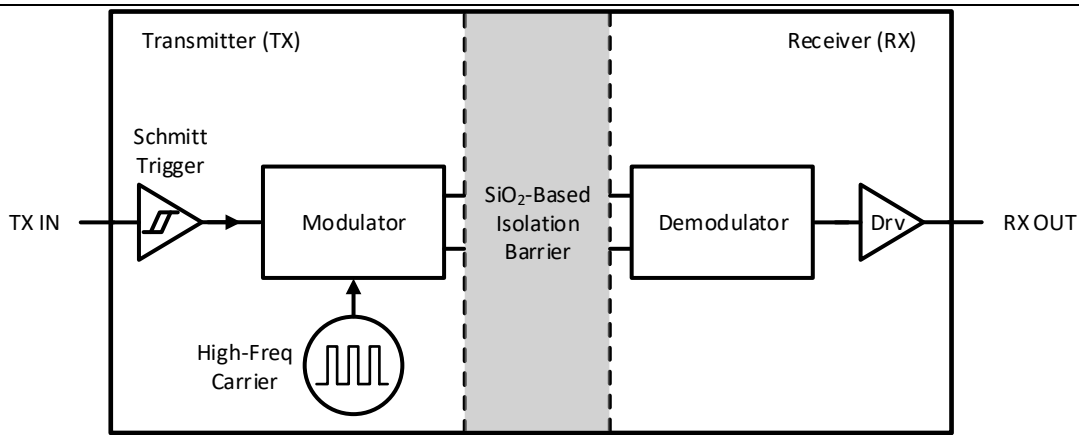
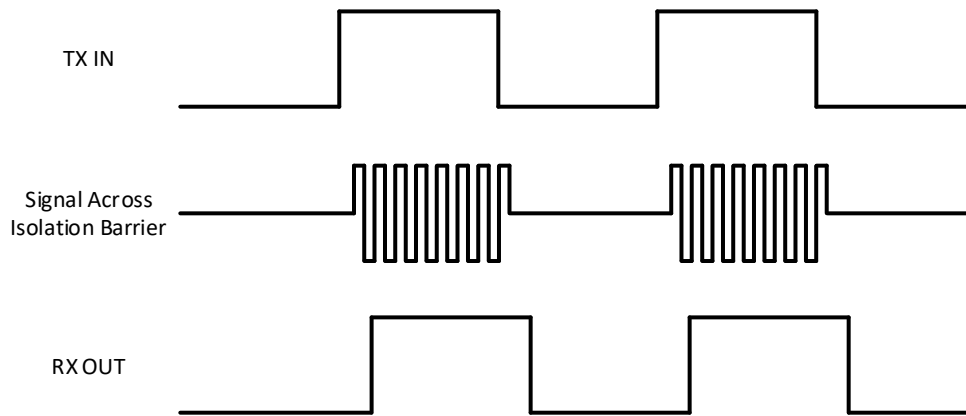

图 9-2 隔离通道的框图
图 9-3 OOK 调制方案的工作波形示意图
CA-IS1300B25G-Q1 器件使用简单的开关键控 (OOK) 调制方案在基于二氧化硅的隔离层之间传输信号。该隔离层支持高低压域之间高达 5 kV_{RMS} 的电气隔离。隔离通道的框图如图 9-2 所示。如图 9-3 所示, 当数字位流为高电平时, 发射机 (TX) 通过高频载波对其进行调制, 当数字位流为低电平时则不调制。接收机 (RX) 解调通过隔离层的信号并将其准确地恢复成数字位流。隔离通道采用全差分电容耦合架构, 对共模瞬态噪声不敏感, 因此可以最大化 CMTI 性能。该结构和相关电路同时提供低辐射和高磁场抗扰度。